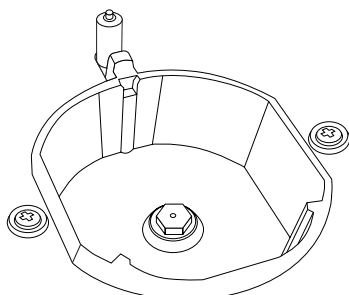

Рис. 5
3. Отключите конфорку, как указано на рис. 5 и снимите ее.